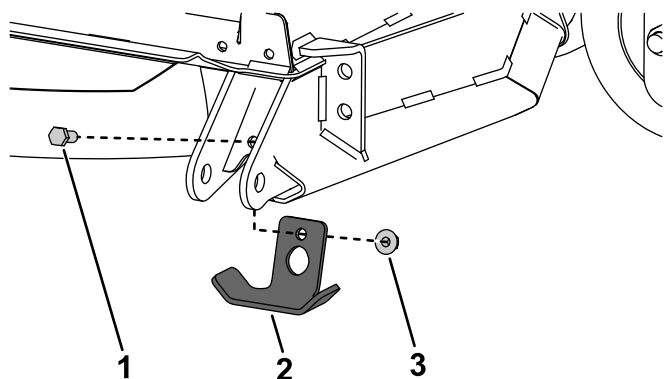

Figure 9
2. Retirez les fixations qui retiennent le patin de protection existants sur le plateau de coupe (Figure 9).